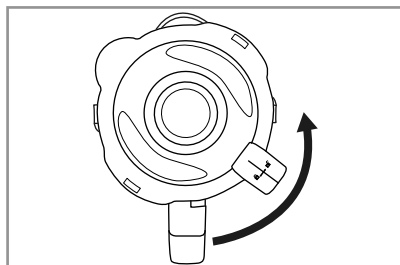

Abb. 1
- 1) Drehen Sie den Mixaufsatz ③ gegen den Uhrzeigersinn, bis der Pfeil ▼ unter dem Griff des Mixaufsatzes ③ über der Position ⏏ steht. Nehmen Sie den Mixaufsatz ③ gerade nach oben vom Motorblock ⑥ ab.
- 2) Entfernen Sie den Deckel ②, indem Sie ihn so weit gegen den Uhrzeigersinn Richtung Position ⏏ drehen (siehe Abb. 1), bis Sie ihn nach oben abziehen können.